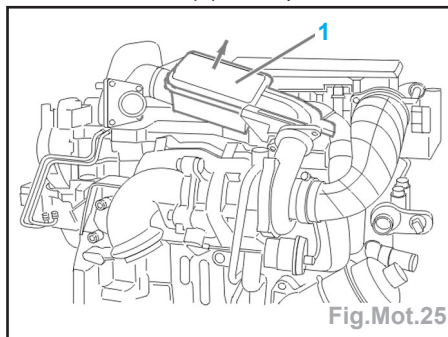

Fig.Mot.25
- Déposer (Fig.Mot.25) :
- les vis du résonateur (1) (suivant flèche),
- le résonateur (1) en le pivotant.